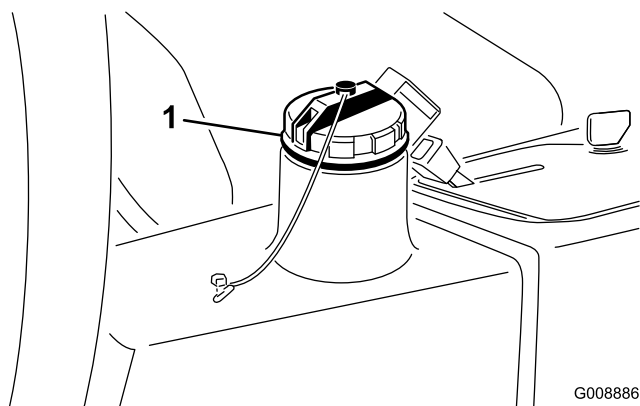

Figura 57
3. Encha o reservatório (Figura 57) com aproximadamente 13,2 l de fluido hidráulico; consulte a secção Verificação do sistema hidráulico.